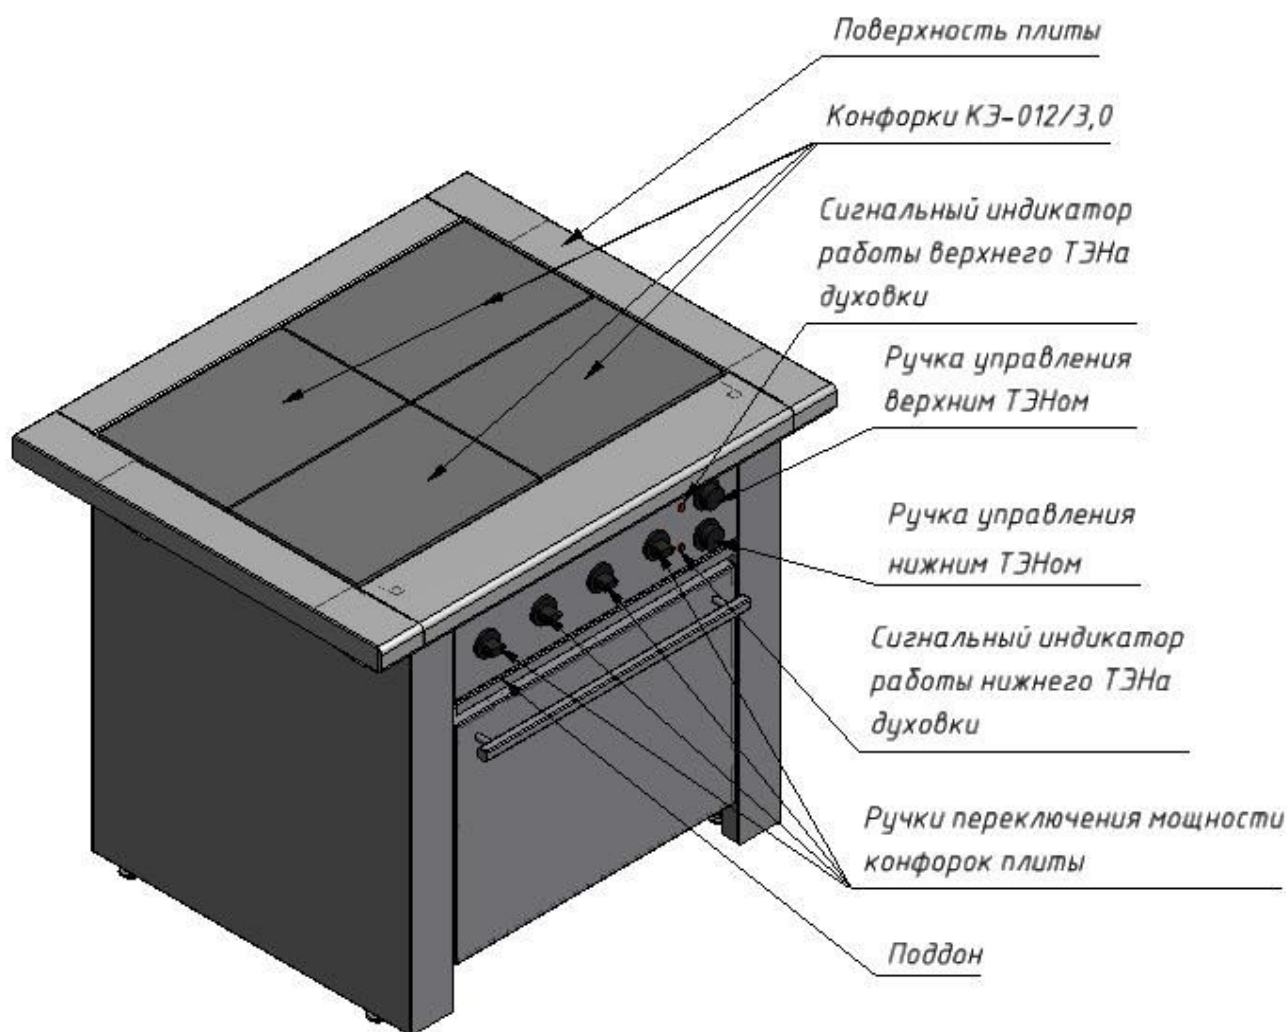

Рисунок 1
5.2. Верхняя рабочая часть модуля (рис.1) представляет собой конструкцию коробчатой формы, внутрь которой устанавливается каркас с отражателями тепла. На каркас устанавливаются электрические конфорки, поддон, который служит для стока жидкости, пролитой на рабочую поверхность. Нижний модуль плиты представляет собой конструкцию коробчатой формы, в которую вмонтирована духовка.
8.6. Включение верхних и нижних нагревателей духовой камеры производится двумя соответствующими ручками (см.рис.1) расположенными на панели управления (регулирование бесступенчатое).